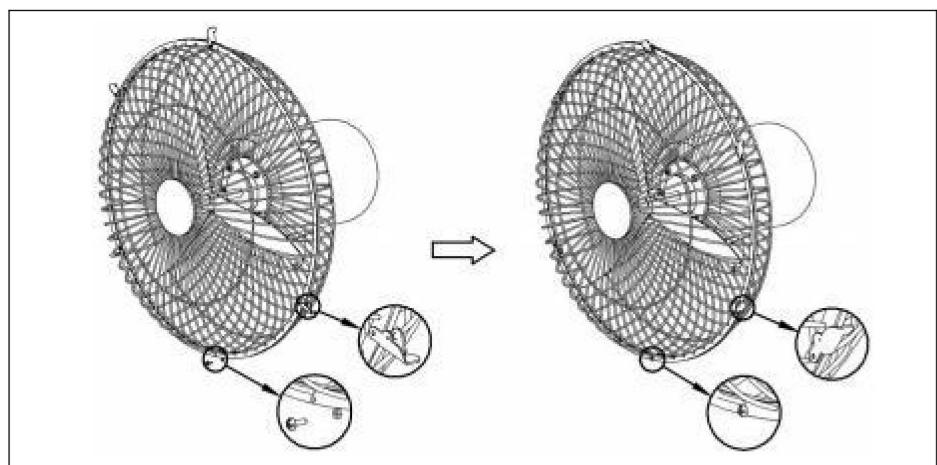

Fig. 7.
3). Rikta in skruvhålen längst ner på de främre och bakre gallren, fäst sedan knapparna på toppen av den främre grillkåpan mot den bakre grillkåpan, fäst alla knappar för gallerhöjet (2) och lås slutligen säkerhetsskruvorna (18) .Se (Fig.7.)